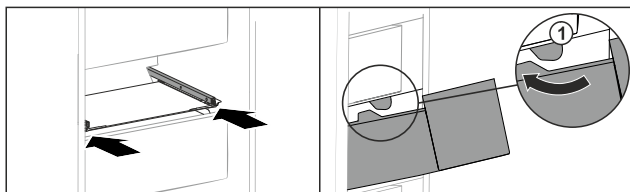

Fig. 95
- ▶ Ved'te zásuvku podél zářezek Fig. 95 (1).